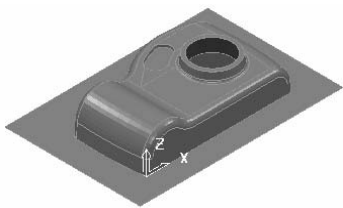

图 2-173 打开范例文件
2) 选择下拉菜单中的“文件”→“范例”命令，弹出“打开范例”对话框，选择“camera.ttr”（“随书光盘：\第2章\exercise14\uncompleted\camera.ttr”）文件，单击“打开”按钮即可，如图 2-173 所示。